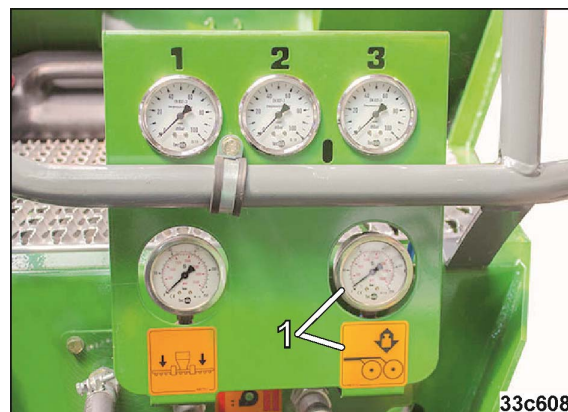
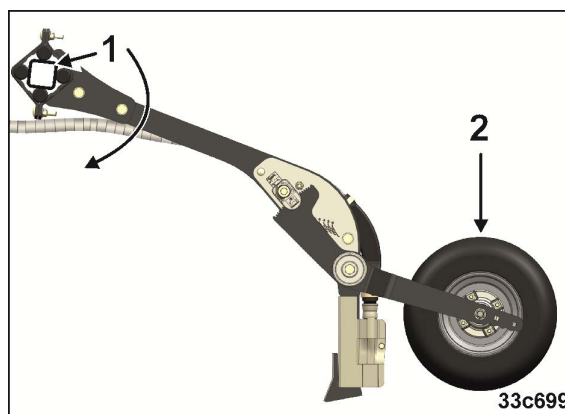

Рис. 153
Рис. 155
На манометре (Рис. 153/1) отсутствует давление:
На манометр (Рис. 153/1) подано давление, изменяется положение стрелки (Рис. 153/3):
2. Чем дальше выдвинут гидравлический цилиндр (Рис. 153/2), тем выше давление сошников (Рис. 155/1).